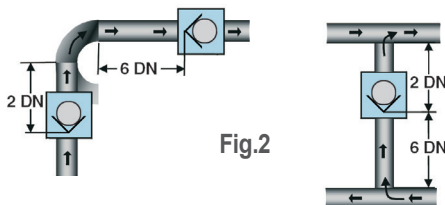

Fig.2
-  Respecter le sens de montage des clapets. Fig.2
- Respecter les distances d'installation. Fig.2
-  Respect the assembly direction Fig.2
- Respect the distances Fig.2
-  Respetar el sentido de montaje Fig.2
- Respetar las distancias Fig.2
-  Соблюдайте минимальные монтажные расстояния между клапаном и другими элементами трубопровода. Fig. 2
-  - Beachten sie die Montagerichtung Fig.2
- Beachten sie die entfernungen Fig.2
-  - Respcteer de montagerichting Fig.2
- Respcteer de afstanden Fig.2
-  - Respetar o sentido de montagem das válvulas – Fig. 2
- Respetar as distâncias de instalação – Fig.2